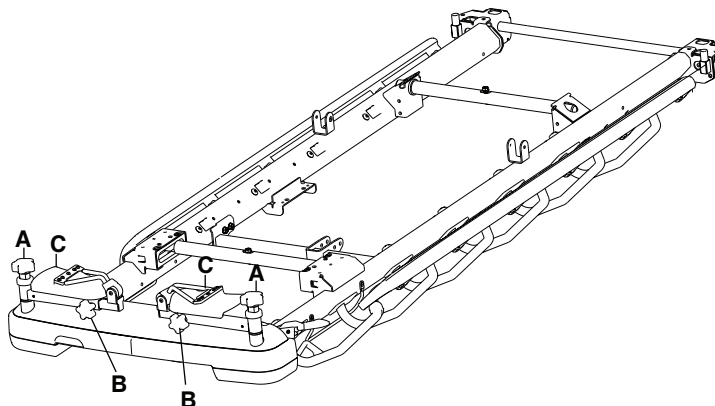

Рисунок 22 – Складывание подножек
6. Выполните эти действия в обратном порядке, чтобы сложить подножки (Рисунок 22).